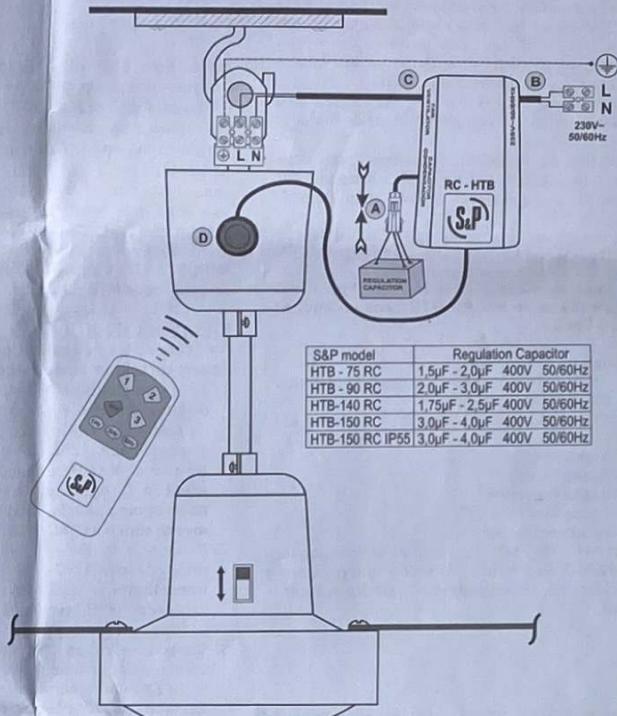

Fig. 2
- Conecte el condensador de regulación extraído anteriormente al KIT RC-HTB. (Fig. 2 A)
- Conecte los cables de alimentación de la red eléctrica (230V~50/60 Hz), a la regleta de conexión L-N del KIT RC-HTB. El cable de tierra de la red (amarillo-verde), va directamente conectado a la regleta del ventilador de techo. (Fig.2 B)
- El cable de salida del KIT RC-HTB (ventilador) va conectado a la regleta L-N del ventilador de techo. (Fig.2 C)
- Extraiga el film de protección del adhesivo, y podrá pegar el receptor de señal infrarrojos, en el exterior de la copa superior del ventilador de techo. (Fig.2 D) Una vez conectados los cables se introduce correctamente el KIT RC-HTB dentro de la copa superior del ventilador de techo.
- Connect the regulator condenser you just removed to the RC-HTB KIT. (Fig. 2 A)
Important: If you are going to install more than one HTB fan, make sure not to mix up the regulator condensers. (See the table in figure 2)
(230V~50/60 Hz) to the L-N connection block from the RC-HTB KIT. The ground wire (yellow-green) connects directly to the connection block of the ceiling fan. (Fig. 2 B)
- The cable running out from the RC-HTB KIT [Fan] connects to the L-N connection block on the ceiling fan. (Fig. 2 C)
- Remove the protective adhesive film and stick on the infra-red sensor on the outside of the upper coupling of the ceiling fan. (Fig. 2 D)
2. Connectez le condensateur de régulation extrait précédemment au KIT RC-HTB. (Fig. 2 A)
Important: Si vous souhaitez installer plus d'un ventilateur HTB, assurez-vous de NE PAS mélanger les condensateurs de régulation. (Voir table figure 2)
3. Connectez les câbles d'alimentation du réseau électrique (230V~50/60 Hz), à la réglette de connexion L-N du KIT RC-HTB. Le câble de terre du réseau (jaune-vert), se connecte directement à la réglette du ventilateur de plafond. (Fig. 2 B)
4. Le câble de sortie du KIT RC-HTB (ventilateur) se connecte à la réglette L-N du ventilateur de plafond. (Fig. 2 C)
5. Enlevez le film de protection de l'adhésif pour pouvoir coller le récepteur du signal infrarouge sur l'extérieur de la coupe supérieure du ventilateur de plafond. (Fig. 2 D)
2. Collegare il condensatore per la regolazione estratto precedentemente dal KIT RC-HTB. (Fig. 2 A)
3. Collegare i cavi d'alimentazione della rete elettrica (230V~50/60 Hz), alla morsettiera L-N del KIT RC-HTB. Il cavo di terra (giallo-verde), va collegato direttamente alla morsettiera del destratificatore (Fig.2 B)
4. Il cavo d'uscita del KIT RC-HTB [Ventilatore], va collegato alla morsettiera L-N del destratificatore. (Fig. 2 C)
5. Rimuovere la pellicola protettiva adesiva e incollare il ricevitore del segnale a infrarossi all'esterno della tazza superiore della ventola del soffitto (Fig. 2 D)